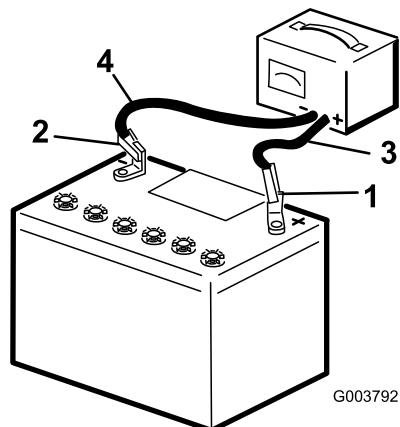

Figura 32
3. Cargue la batería durante 10 a 15 minutos a 25–30 amperios, o durante 30 minutos a 4–6 amperios (Figura 32). No sobrecargue la batería.
4. Cuando la batería esté completamente cargada, desconecte el cargador de la toma de electricidad, luego desconecte los cables del cargador de los bornes de la batería (Figura 32).